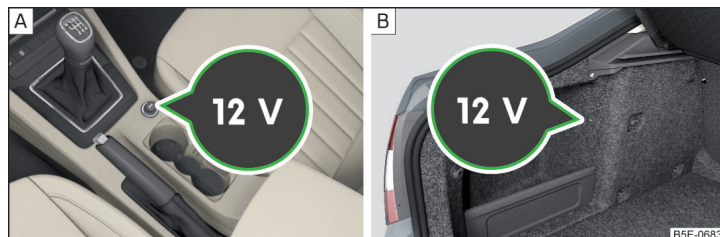

Fig. 97 Capacul prizei de 12 V: în consola centrală față / în portbagaj
- Pentru **utilizare**, scoateți capacul prizei » fig. 97 - [A], respectiv deschideți capacul prizei » fig. 97 - [B].